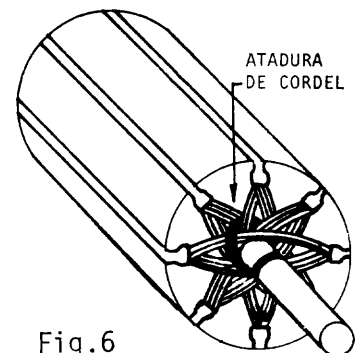

Fig.6
- b Amarre las dos últimas bobinas al eje del inducido, pasando un lazo con cinta de algodón o cordel delgado entre éstas y el eje (fig.6).